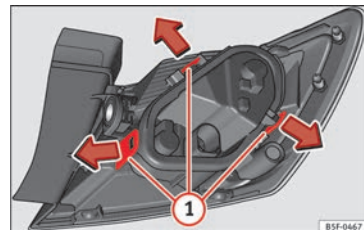

Bild 112 Fästfläkar på baksidan av bakljuset
- Ta bort lamphållaren » **bild 112** genom att öppna fästklämmorna ①.